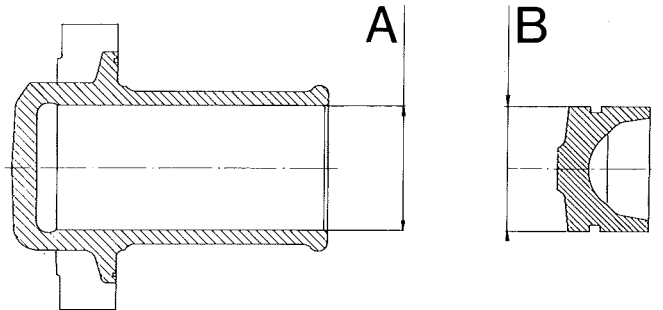

Fig. 206 - Diamètre du piston et du cylindre du relevage.
Contrôler le diamètre du piston et celui du cylindre du relevage en comparant les valeurs trouvées avec celles indiquées dans le tableau des limites d'usure (fig. 206).
- Contrôler le diamètre du piston et celui du cylindre de relevage en comparant les valeurs trouvées avec celles indiquées dans le tableau des limites d'usure (fig. 206).